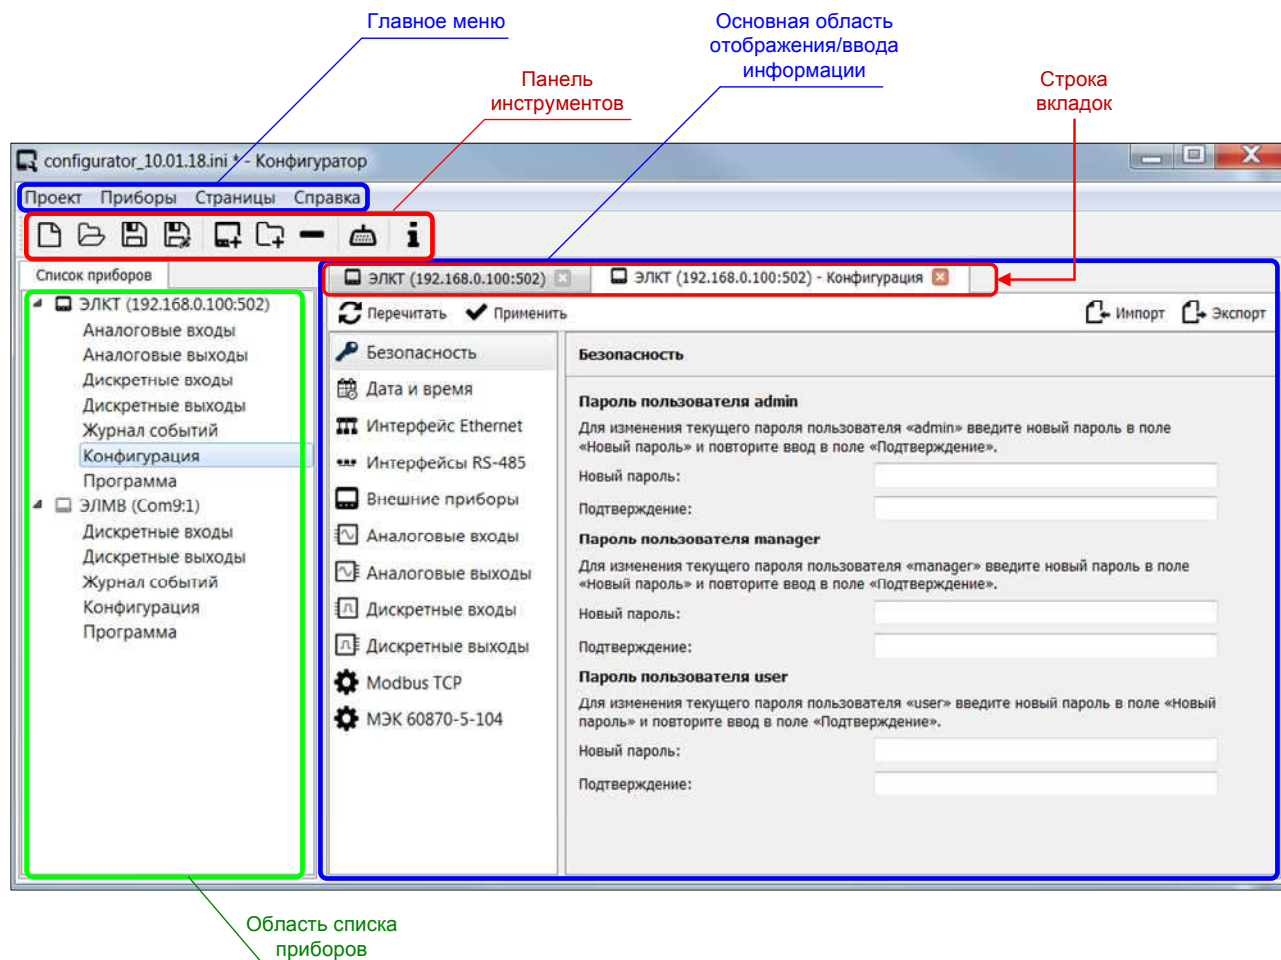

Рисунок 2 – Структура главного окна программы «Конфигуратор»
3.4.3.1 После запуска программы (ПО) «Конфигуратор» на экран выводится главное окно программы «Конфигуратор». Главное окно программы содержит в себе следующие элементы (рисунок 2):